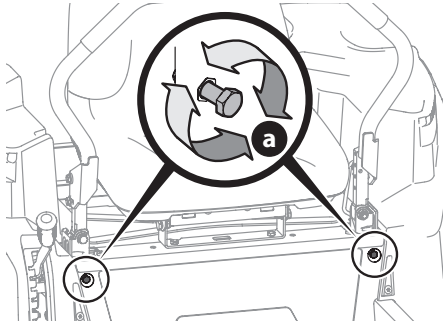

Figura 37
2. Ubique los pernos del ajuste de detención de las palancas de control de la transmisión de barras de seguridad (a) que están en el frente del marco del asiento (Figura 37).